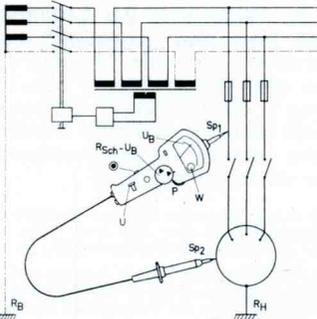

Abb. 3b: Überprüfung der FJ-Schutzschaltung.
6. Überprüfung der Fehlerstrom-(FJ)-Schutzschaltung bis 1 A (Abb. 3b) VDE 0100 § 13 N — ÖVE-E 40 § 17
Überprüfung der 30 mA Fehlerstrom-(FJ)-Schutzschaltung (Abb. 3b) Umschalter U in die Stellung „24—44 mA“ bringen, Prüfung nach Punkt 5, Ziffer 2), 3), 4) und 5) durchführen.